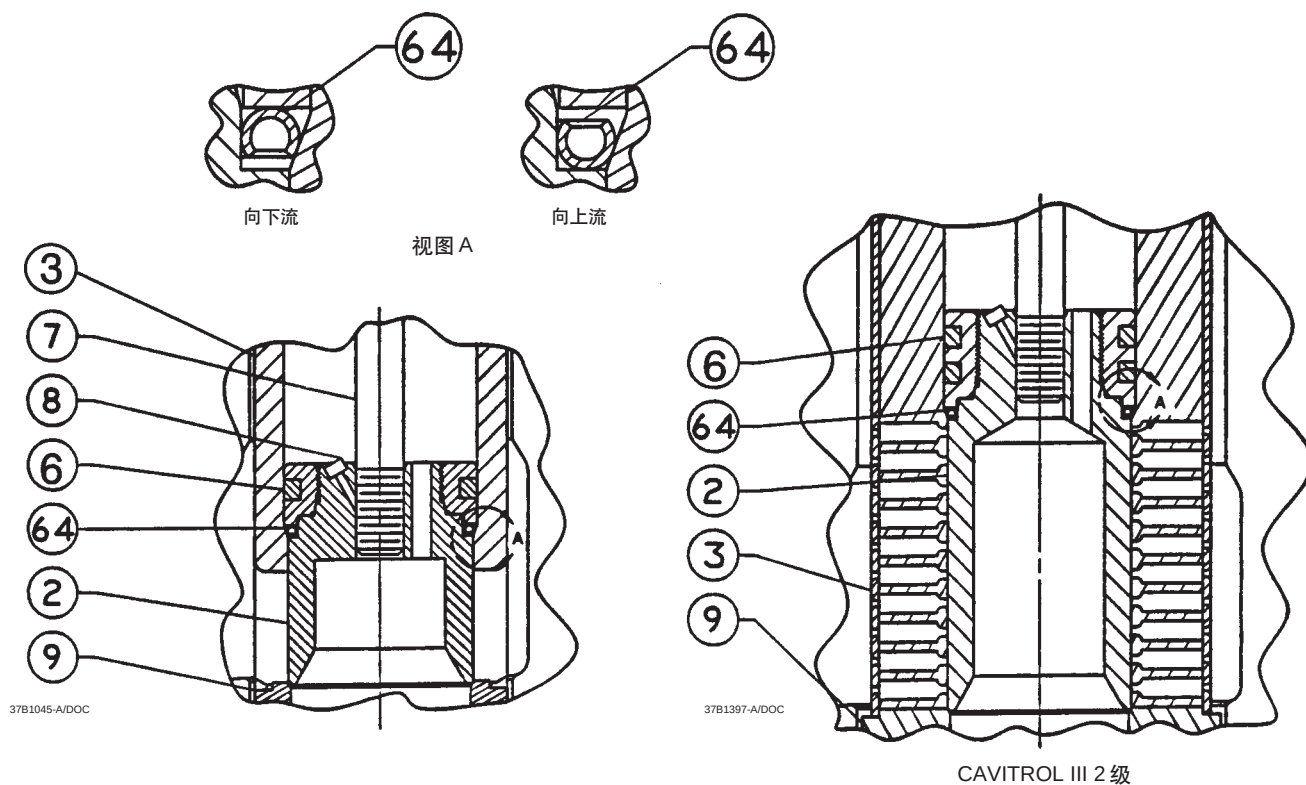

图 6. 配有 C-seal 密封环阀内件的 ED 型阀
1. 在 C-seal 阀芯密封环的内径涂上合适的高温润滑剂。同样，还要润滑阀芯外径，在此外径上，C-seal 阀芯密封环必须被压入适当的密封位置（图 6）
- C-seal 阀芯密封环的开口内部，对于向上流向结构（图 6）的阀门，必须面朝上方。
- C-seal 阀芯密封环的开口内部，对于向下流向结构（图 6）的阀门，必须面朝下方。
1. 在 C-seal 阀芯密封环的内径涂上合适的高温润滑剂。同样, 还要润滑阀芯外径, 因在此, C-seal 阀芯密封环必须被压入适当的密封位置 (图 6)
- C-seal 阀芯密封环的开口内部, 在向上流向结构 (图 6) 的阀门中, 必须面朝上方。
- C-seal 阀芯密封环的开口内部, 在向下流向结构 (图 6) 的阀门中, 必须面朝下方。